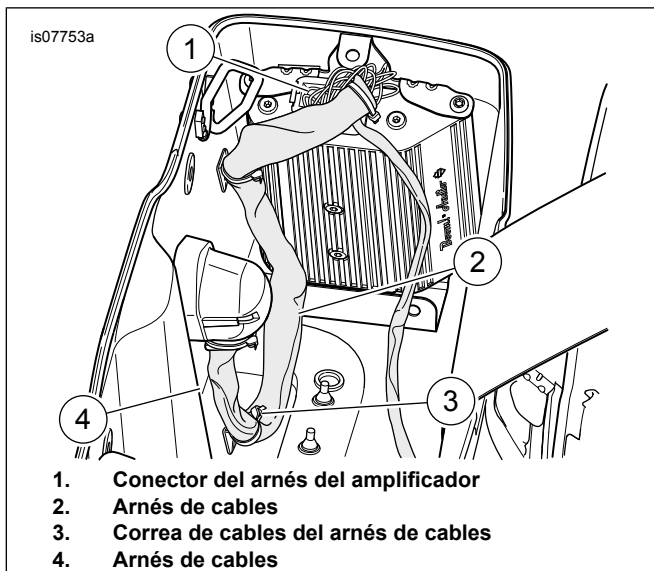

Figura 9. Colocación del arnés interior
15. Vea la Figura 9. Conecte el conector [149] del arnés de la alforja en la parte superior del amplificador. Pase el arnés del lado de la alforja hacia el interior de la alforja izquierda. Limpie las superficies inferior y laterales del interior de la alforja a lo largo del arnés con una mezcla 50/50 de alcohol isopropílico y agua destilada. Asegure con las correas de cables y bases como se muestran.